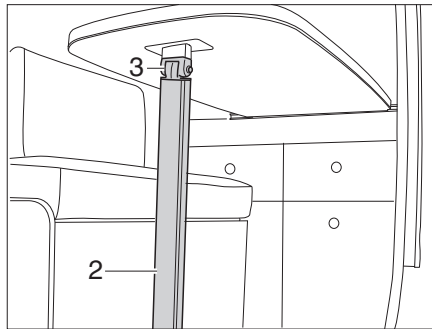

Bild 13 Hängetisch mit Gelenkstützfuß
- Den Tischfuß (Bild 13,2) am Gelenk entriegeln und einklappen.
- Den Tischfuß (Bild 13,2) ausklappen und auf dem Boden des Campsters absetzen.